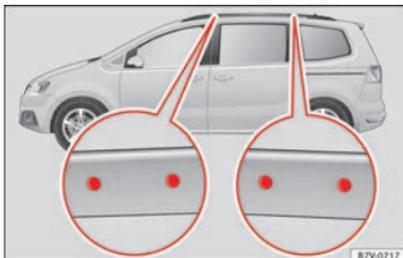

Fig. 174 Pontos de fixação dos suportes básicos e do porta-bagagens do tejadilho.
» **Fig. 174.**
- O suporte básico deve fixar-se exclusivamente nos pontos indicados na ilustração » **Fig. 174.**